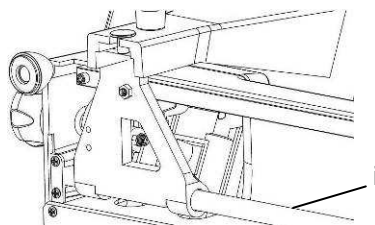

Рис.14
- o Каретку регулярно смазывать машинным маслом натурального происхождения. Для этого положить ломтерезку на бок и смазать маслом оба конца оси каретки (i) (рис. 14). Затем подвигать каретку вперед и назад, чтобы смазка распределилась равномерно. Остатки смазки удалить с помощью салфетки.